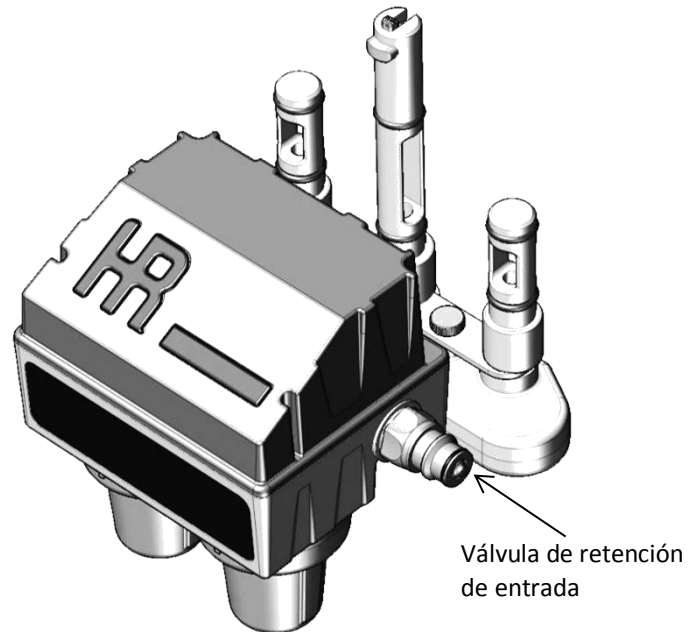

**FIG. 30**
**Nota:** Luego de cada uso, recuerde echar hacia atrás los “COMPARTIMENTOS DE LOS VASOS” según se ilustra en la **FIG. 30**. Esto reducirá la fuerza requerida para extraer los vasos entre los usos.